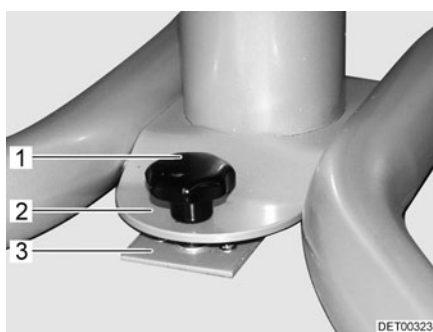

Fig. 68 Bloqueo mesa fija
- Colocar la mesa fija con la placa con agujero (Fig. 68,2) sobre la sujeción (Fig. 68,3).
- Desplazar la mesa fija de tal manera que el tornillo de sujeción (Fig. 68,1) pueda atornillarse en la sujeción (Fig. 68,3).